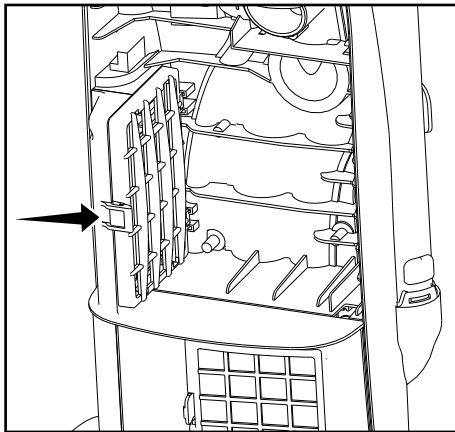

Fig. 1
- Presione el pedal de liberación de la manija con el pie e incline la manija hacia atrás hasta que se detenga. Presione el pedal nuevamente para bajar la manija hasta el piso (Fig. 1).